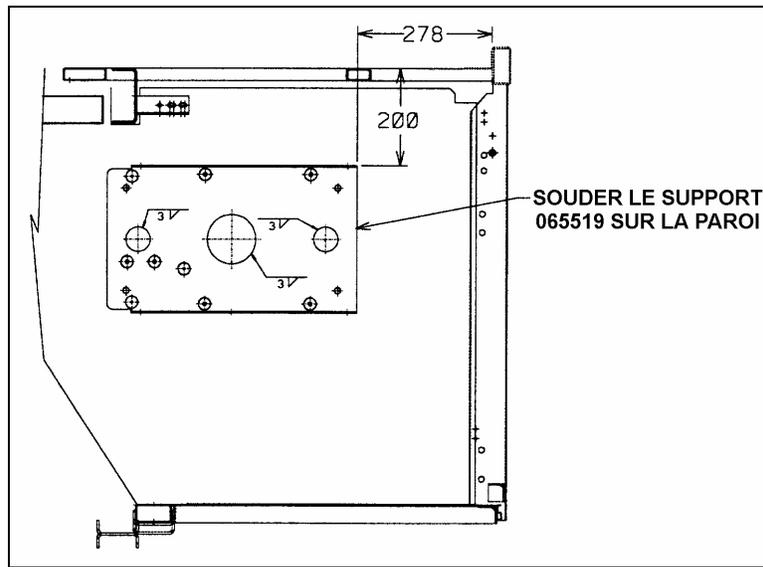

FIGURE 1
2. Souder le support (065519) sur la paroi arrière du compartiment selon les références de la figure 1.
- e) Souder le support tel que montré à la figure 1 en suivant les spécifications indiquées au paragraphe : **Soudure acier – acier**.